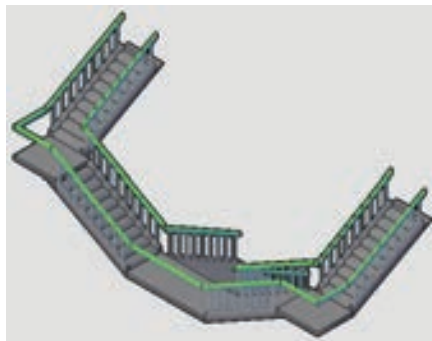

图 6-32 三维效果
3) 将当前视图转换为“西南等轴测视图”，查看双分三跑楼梯的三维效果，如图 6-32 所示。